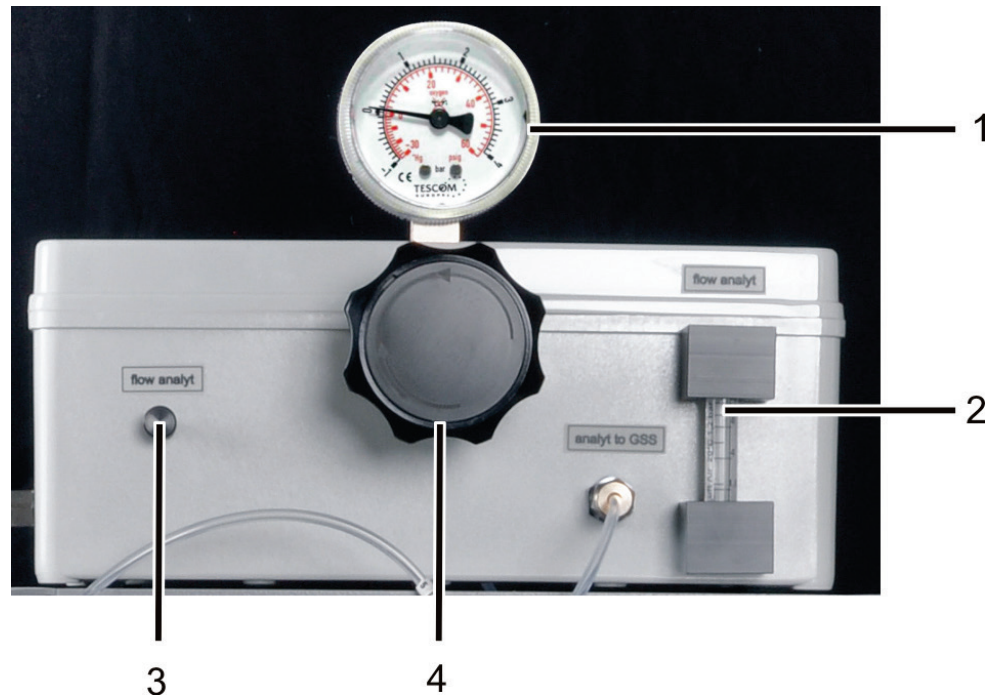

Bild 17 Gasfluss an der GSS Adapterbox einstellen
- Mittels Druckregler (4 in Bild 17) einen Druck von 0,5 – 1,5 bar einstellen.
- Eingestellten Druck am Manometer (1) kontrollieren.
- Mittels Nadelventil „flow analyt“ (3) einen stabilen Durchfluss einstellen – auf Position der Kugel im Rotameter (2) achten.